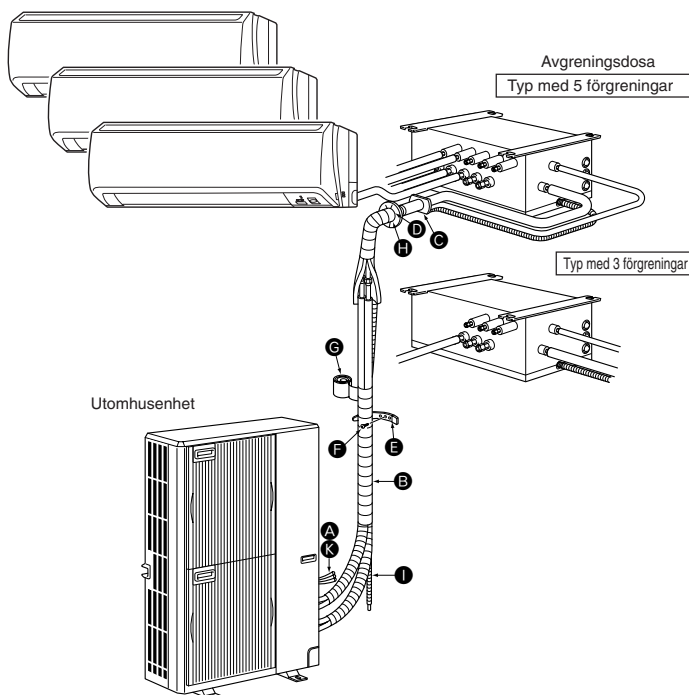

Fig. 2-1
2.1. Före installationen (Fig. 2-1)